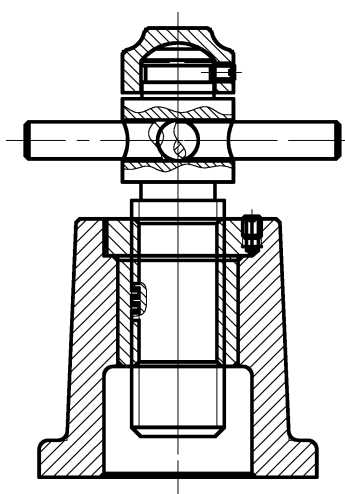

图 11-59 “移动”螺钉示例
4) 选择“修改”面板→“移动”命令,分别选择两个螺钉,沿轴线指定基准,利用捕捉“交点”的功能,将其中一个螺钉移至顶盖螺孔轴线的目标点,另一个螺钉移动至底座螺孔中心线的目标点,结束“移动”命令,结果如图 11-59 所示。